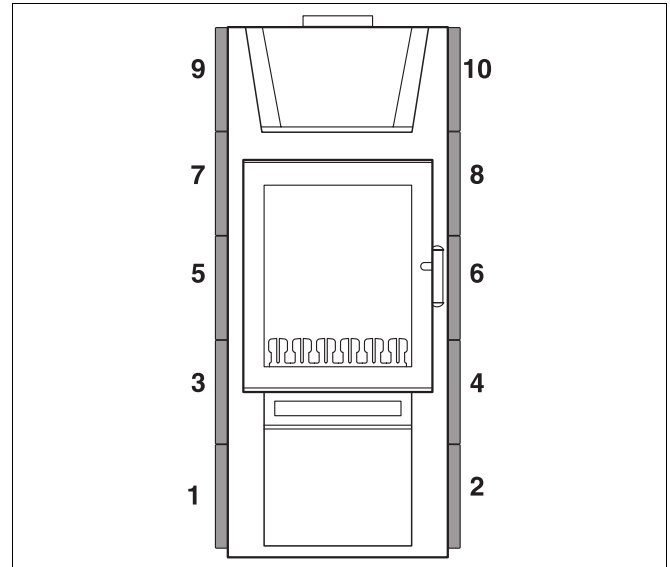

Abb. 26 Positionen der Kacheln
- Beim Einhängen mit Kachel Nummer 1 beginnen (Abb. 26).
- Kacheln in der Reihenfolge der Nummerierung in die Langlochöffnungen einhängen (Abb. 26).